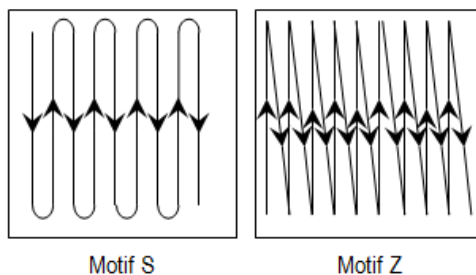

Figure 2. Orientation lors du deuxième passage
- Essuyer maintenant perpendiculairement au premier passage en suivant le motif choisi précédemment (Figure 2).